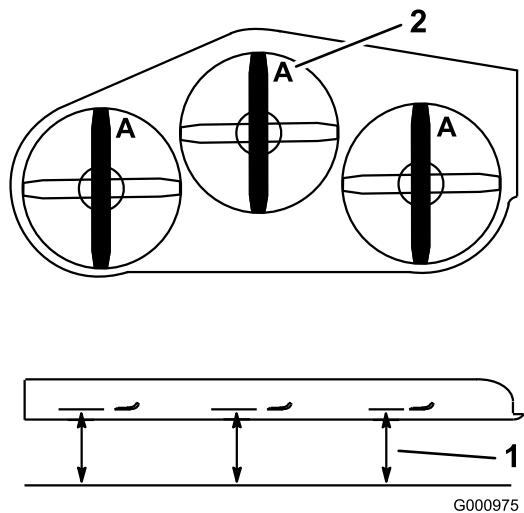

Figure 72
3. Tournez les lames dans le sens longitudinal. Mesurez la distance entre la surface plane et le tranchant (position A) des lames (Figure 72) et notez cette valeur. Pour les plateaux de coupe 36 pouces, reportez-vous à la Figure 73.